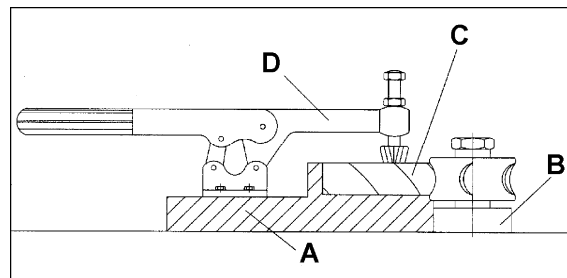

Рисунок 34
- Подготовьте шаблон (А, рис. 34), чтобы разместить оригинал-деталь.
- Установите шаблон (А, рис. 34) напротив направляющего буртика кольца стола (В, рис. 34).
- Закрепите новую заготовку (С, рис. 34) на шаблон (А, рис. 34) при помощи прижима (D, рис. 34) и прижмите узел позади фрезы.